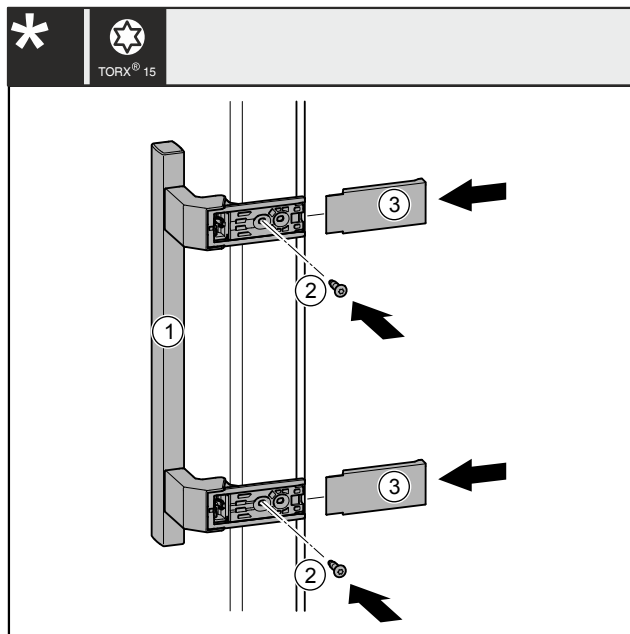

Fig. 41
- ▶ Założyć uchwyt Fig. 41 (1) po przeciwległej stronie.
- ▶ Przykręcić śruby Fig. 41 (2) śrubokrętem.
- ▶ Założyć osłony Fig. 41 (3) z boku i wsunąć w taki sposób, aby się zatrzasnęły.